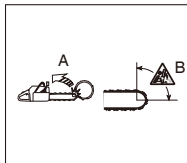

Fig. 2A
**KAST MED ROTATION** (Fig. 2A)